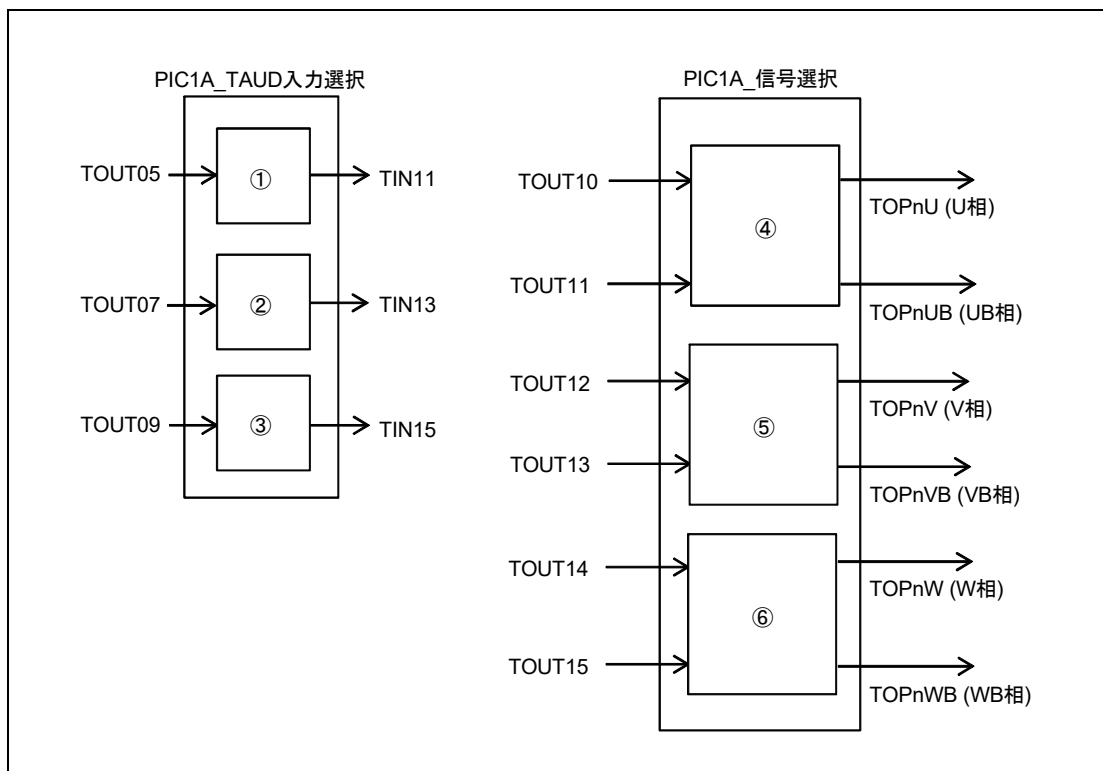

図 23.17 PIC1A ブロック図
TOUT05 を TIN11 として出力するための設定値 (図 23.17 ①)
出力 TOUT10, 11 を TOPnU, UB として出力するための設定値 (図 23.17 ④)
TOUT07 を TIN13 として出力するための設定値 (図 23.17 ②)
出力 TOUT12, 13 を TOPnV, VB として出力するための設定値 (図 23.17 ⑤)
TOUT09 を TIN15 として出力するための設定値 (図 23.17 ③)
出力 TOUT14, 15 を TOPnW, WB として出力するための設定値 (図 23.17 ⑥)